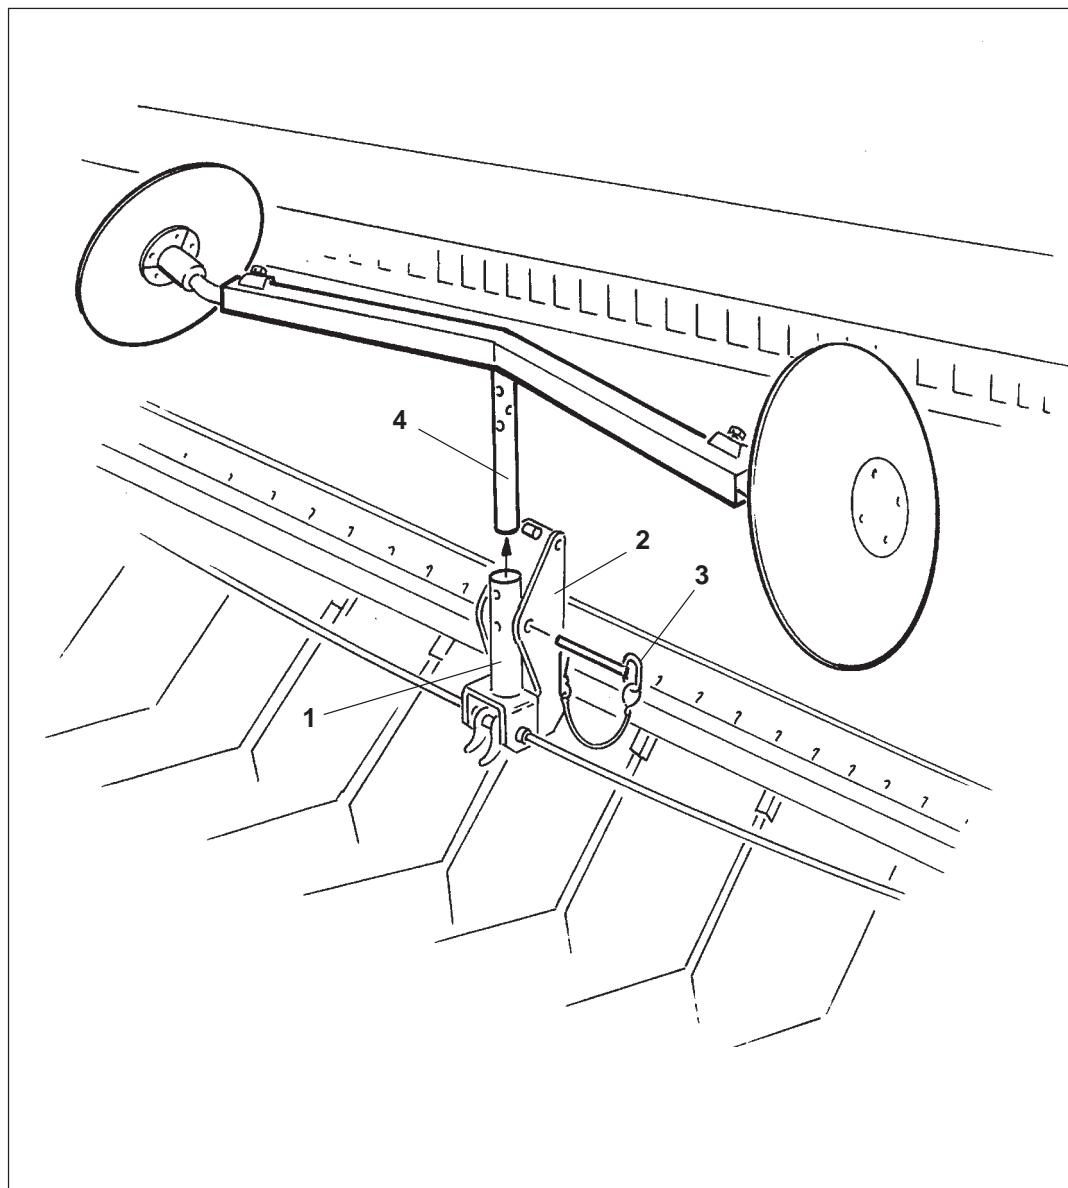

Рис. 14.9
Для транспортировки необходимо соединить переходник (Рис. 14.9/1) для несущей балки дисков маркера на балку (Рис. 14.9/2) болтом (Рис. 14.9/3) и закрепить пружинным штекером. Несущая балка дисков маркеров (Рис. 14.9/4) затем прижимается вверху и стоит с дисками маркера вдоль выравнивателя типа "экзакт". Если необходимо транспортировать сеялку по оживленным улицам, несущую балку дисков маркера (Рис. 14.9/4) необходимо вместе с дисками маркера снять с переходника (Рис. 14.9/1).
**Перед транспортировкой по общественным улицам необходимо несущую балку дисков маркера (Рис. 14.9/4) удалить вместе с дисками маркера.**